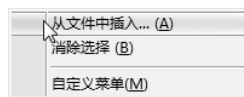

图 8-21 选择从文件插入
- [5] 右击图形区域, 然后选择从文件插入, 如图 8-21 所示。